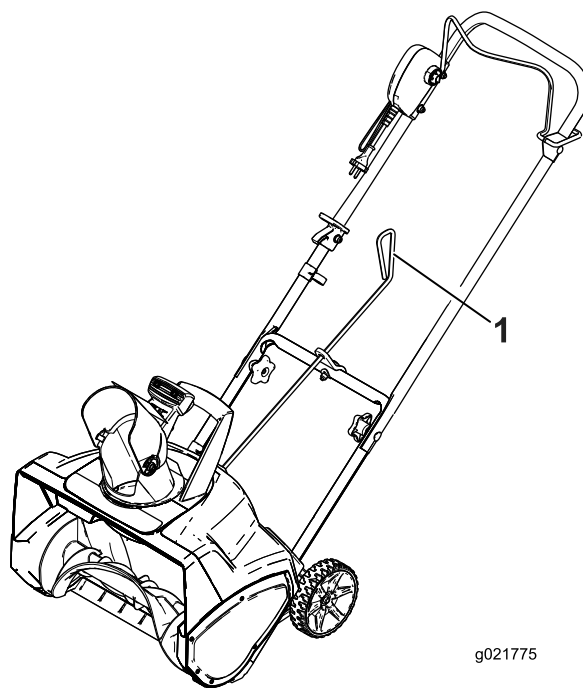
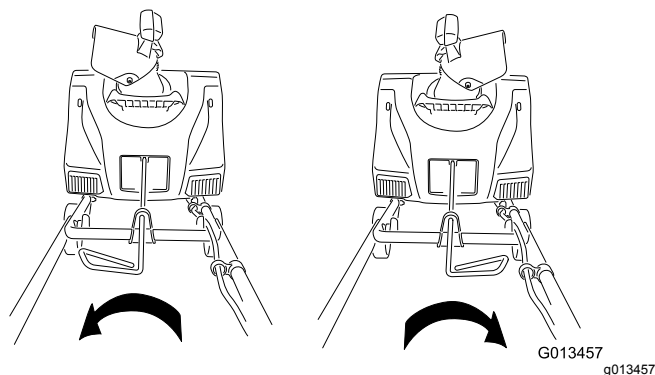

Figure 6
Figure 7
6. Bougez la poignée de la tige d'orientation pour vérifier qu'elle bouge dans la même direction que la goulotte (Figure 7).
4. Vérifiez que la poignée de la tige d'orientation de la goulotte est dirigée vers le haut (Figure 6) et insérez la tige dans le trou de clavette au dos du carter.
Pour régler la goulotte, déplacez la poignée de la tige d'orientation dans la direction d'éjection de la neige recherchée (Figure 6 et Figure 7).